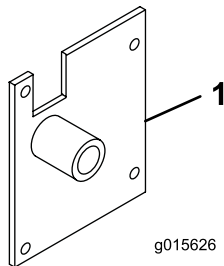

Figure 12
3. En utilisant les trous sur le côté gauche du cadre, fixez le support de montage gauche de la trémie sur le cadre au moyen de 4 boulons (5/16 x 1-1/4 po) et contre-écrous (Figure 12).